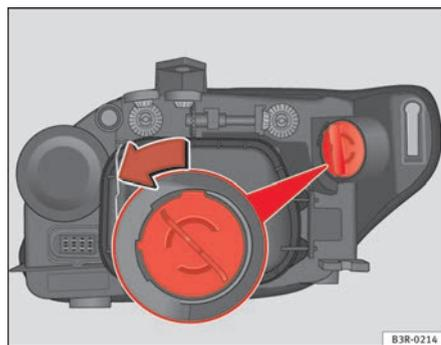

Fig. 202 Luz DRL (luz diurna)
- Rode o porta-lâmpadas no sentido anti-horário agarrando-o pela pega ⇒ fig. 202 e extraia o porta-lâmpadas e a lâmpada.